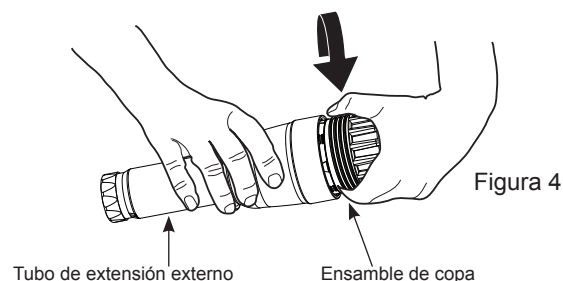

Figura 4
4. Desenrosque el tubo de extensión exterior del ensamble de la copa (ver Figura 4)